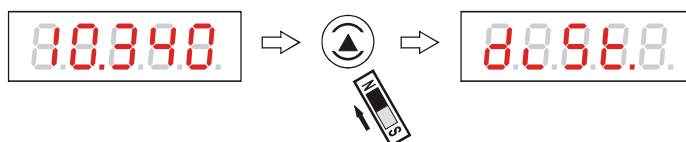

Рисунок 87 - Кратковременный просмотр текущего режима отображения
2.9.3 Для кратковременного просмотра текущего режима отображения необходимо “нажать” кнопку «↑», при этом на цифровом табло примерно на 3 с появится надпись, сообщающая пользователю текущий режим отображения, например, режим отображения текущего расстояния, рисунок 87: